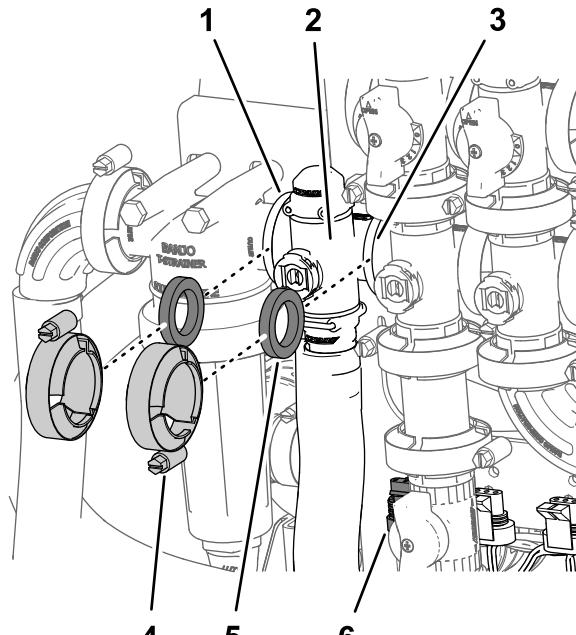

Figura 88
1. Rimuovete i morsetti e le guarnizioni che fissano il collettore della valvola di comando del volume (Figura 88).